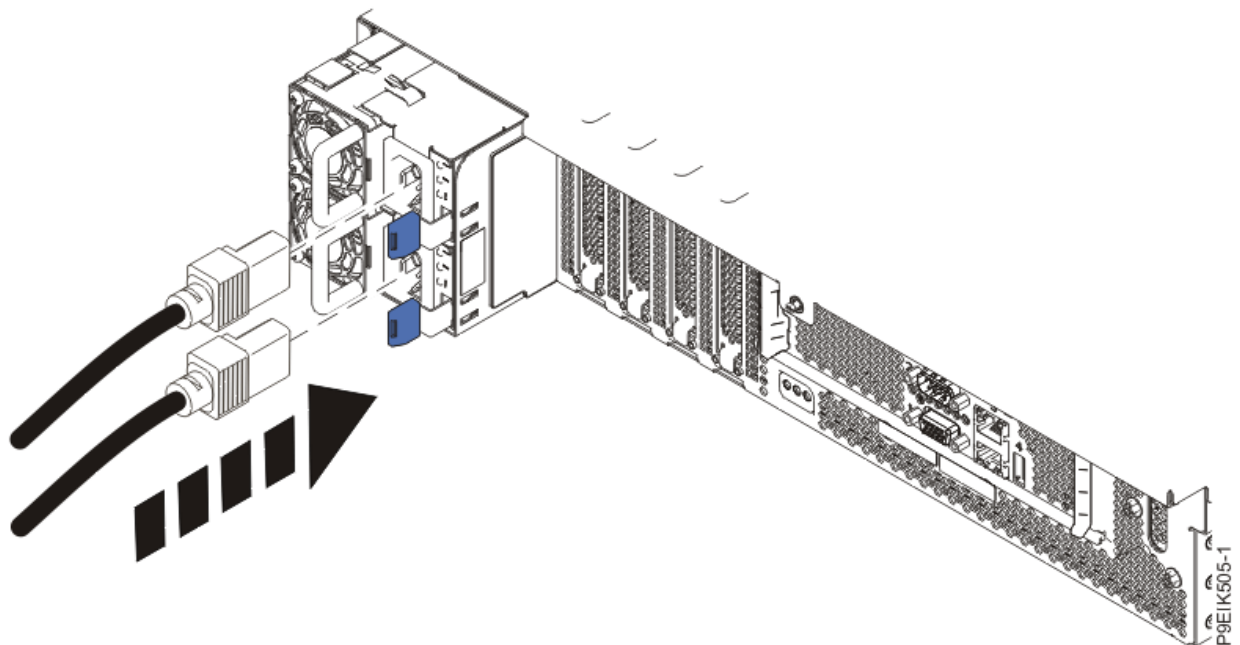

Figure 206. Branchement des cordons d'alimentation au système
2. A l'aide des étiquettes, reconnectez les cordons d'alimentation à l'unité centrale comme indiqué dans la Figure 206, à la page 237.